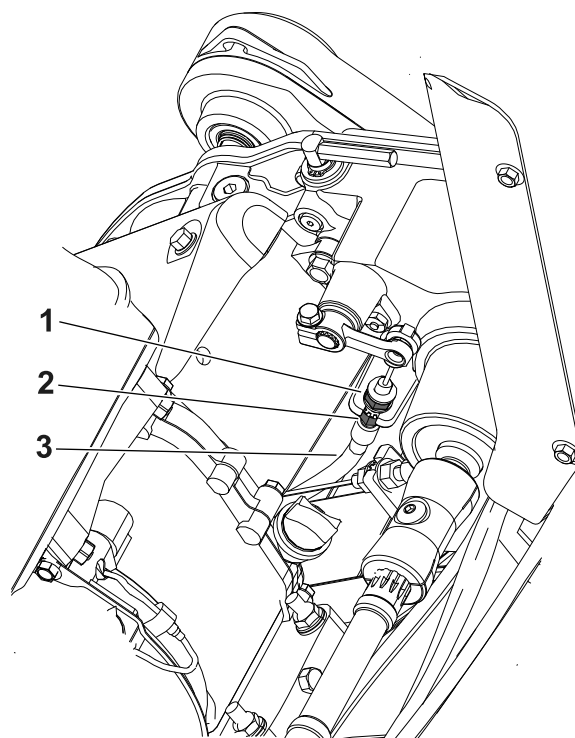

Figura 37
- Para aumentar a tensão do cabo, desaperte a porca de retenção frontal do cabo e aperte a porca de retenção traseira (Figura 37). Repita o passo 2 e ajuste a tensão, se necessário.
- Para diminuir a tensão do cabo, desaperte a porca de retenção traseira e aperte a porca de retenção frontal (Figura 37). Repita o passo 2 e ajuste a tensão, se necessário.